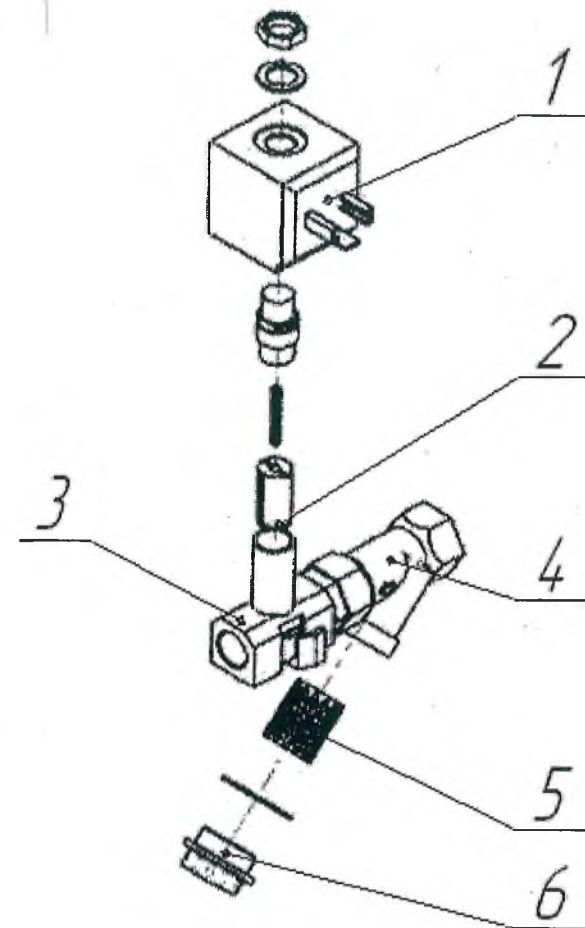

Рисунок 3. Устройство слива конденсата
• Не происходит слив конденсата (ни масла, ни воды)	1. Проверить монтаж электропроводки. 2. Загрязнение фильтра предварительной очистки в устройстве для слива конденсата; почистить фильтр. 3. Перегорела катушка электромагнитного клапана в устройстве для слива конденсата; заменить катушку. 4. Засорение или заклинивание электромагнитного клапана в устройстве для слива конденсата; клапан почистить или заменить (рис. 3). 5. Проверить работоспособность терморегулятора; если неисправность сохраняется, заменить.